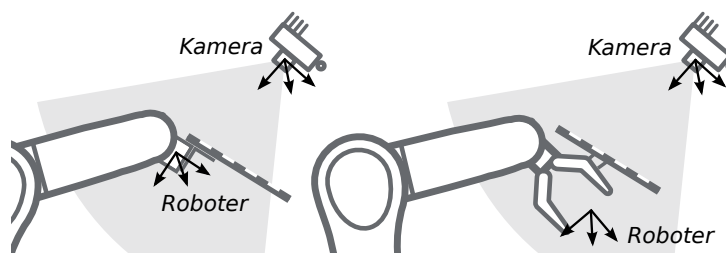

Abb. 6.18: Alternative Montageoptionen für die Befestigung des Kalibrierusters am Roboter
6.17 und Abb. 6.18 angegeben, angebracht werden.
Bemerkung: Für das Modul zur Hand-Auge-Kalibrierung spielt es keine Rolle, wie das Kalibriermuster in Bezug auf das benutzerdefinierte *Roboter*-Koordinatensystem genau angebracht und positioniert wird. Das bedeutet, dass die relative Positionierung des Kalibriermusters zu diesem Koordinatensystem weder bekannt sein muss, noch für die Kalibrierroutine relevant ist (siehe in Abb. 6.18).